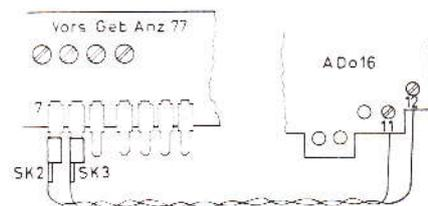

Abb. 2
- 4.1 Der Apparat ist zu öffnen. Der Baustein 1 (Relais TR4) ist in die dafür vorgesehene Steckfassung einzustecken (s. Abb. 2). Der beiliegende Niederhalter ist in den im Gehäuseoberteil vorhandenen Schacht für den linken Schaltsteg einzustecken, so daß er bei geschlossenem Apparategehäuse das Relais gegen Lösen bei Erschütterung sichert.